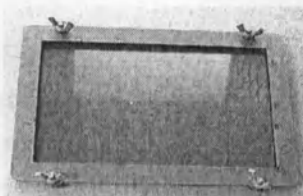

Рис.5
4.2.8 Защитная сетка закреплена на нижней стороне крышки при помощи четырех гаек-барашков (рис. 5). Между сеткой и крышкой расположено смотровое стекло.